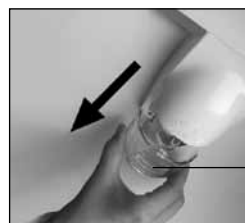

Рисунок 10
12.1 Для освітлення ХК передбачений світильник з лампою накаливання (див. рисунок 10, 11) або світлодіодний залежно від моделі холодильника.